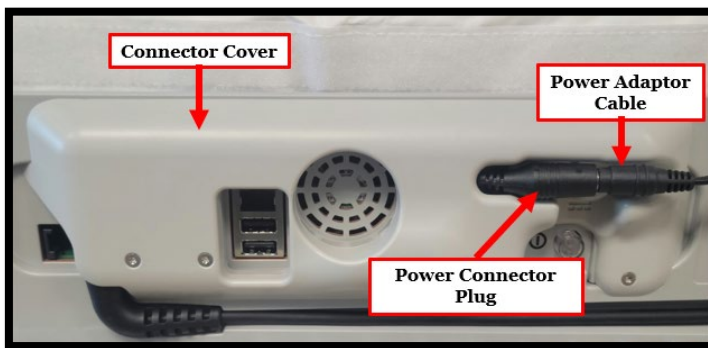
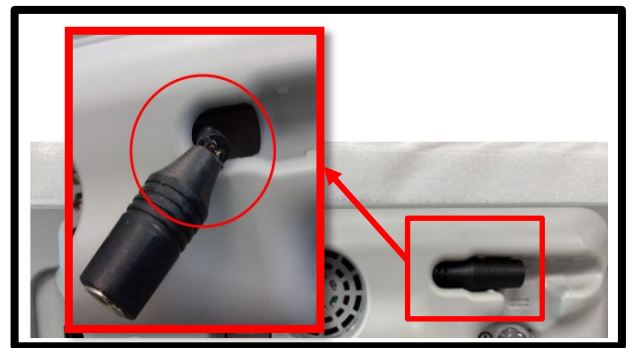

Figura 1: Parte trasera de PES
Figura 2: Ejemplo de daño frente a enchufe aceptable
Abbott ha identificado que el enchufe del conector de alimentación puede dañarse si se dobla más de 90 grados. El enchufe del conector de alimentación está conectado a la parte posterior del PES y alojado dentro de la cubierta del conector. Los daños pueden provocar que el PES no se encienda, cables expuestos que pueden provocar una descarga leve o, en casos raros, chispas que pueden provocar un incendio en los materiales circundantes y posibles quemaduras. Consulte la **Figura 1** para obtener una descripción general de la parte posterior del PES y la **Figura 2** a continuación para ver un ejemplo de daño en el enchufe del conector de alimentación.
- c. Después de inspeccionar el enchufe del conector de alimentación o al insertar el cable del adaptador de alimentación en el enchufe del conector de alimentación, asegúrese de que los cables conectados estén colocados de forma segura dentro de la ranura moldeada de la cubierta del conector como se muestra en la Figura 1. Una vez que los cables estén conectados y colocados de forma segura dentro las ranuras moldeadas, no retire los cables de las ranuras moldeadas durante el uso.